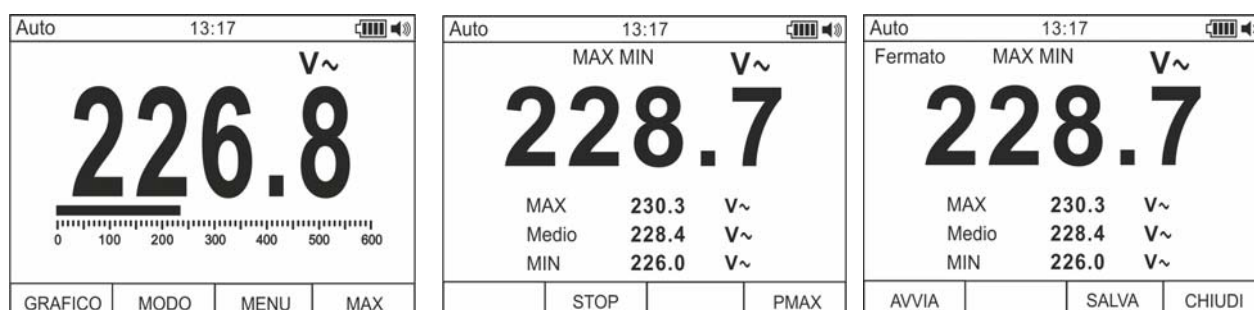

Fig. 6: Salvataggio valori MIN/MAX/Medio
1. Premere il tasto **F4** per entrare nella misura dei valori MAX, MIN e Medio della grandezza in esame (vedere Fig. 6 – parte centrale). Il messaggio “MAX MIN” appare a display
4. Premere il tasto **F3** per salvare il risultato della misura (vedere Fig. 6 – parte destra) e rivedere il risultato salvato (vedere § 4.3.7)